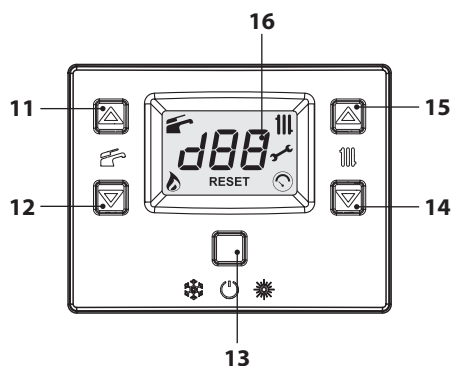
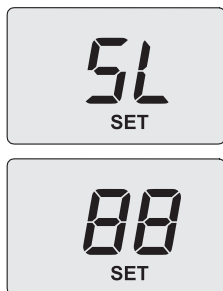

Figura 7.2
Figura 7.12
- Entrare in "modalità programmazione" premendo contemporaneamente per 10 secondi i tasti 13-14-15 (Figura 7.2) fino a far apparire sul display LCD le lettere **Pr** che si alternano al numero del parametro **01**, indicando l'entrata nel "parametro 01" (Figura 7.3).
- Scorrere i vari parametri utilizzando i tasti 14 o 15 (Figura 7.2) fino a far apparire sul display LCD le lettere **Pr** che si alternano al numero del parametro **09**, indicanti l'entrata nel "parametro 09" (Figura 7.4).
- Utilizzando i tasti 11 o 12 (Figura 7.2) è possibile scorrere i vari valori di regolazione.
- Utilizzare i tasti 14 o 15 (Figura 7.2) fino a portarsi allo stato **dP** (spazzacamino attivo in massimo sanitario) e premere il tasto 13 per confermare. Sul display appare **dP** alternato alla temperatura massima in sanitario.
- Entrare in "modalità programmazione" premendo contemporaneamente per 10 secondi i tasti 13-14-15 (Figura 7.2) fino a far apparire sul display LCD le lettere **Pr** che si alternano al numero del parametro **01**, indicanti l'entrata nel "parametro 01" (Figura 7.3).
- Agire sui tasti 15 o 14 (Figura 7.2) per incrementare o decrementare il valore. Attendere 3 secondi per stabilizzare la pressione del gas quindi leggere il valore sul manometro gas. **Ricordarsi di mantenere l'andamento in salita.**
- Premere il tasto 12 (Figura 7.2) per 5 secondi per memorizzare il valore.
- Premere il tasto 11 (Figura 7.2) per passare alla taratura del minimo gas. Il display visualizza **SL** alternato al parametro potenza minima assoluta e la scritta "**SET**" (Figura 7.12).
- Agire sui tasti 15 o 14 (Figura 7.2) per incrementare o decrementare il valore. Attendere 3 secondi per stabilizzare la pressione del gas quindi leggere il valore sul manometro gas. **Ricordarsi di mantenere l'andamento in discesa.**
- Premere il tasto 11 (Figura 7.2) per verificare il valore massimo impostato ed eventualmente correggerlo seguendo la procedura sopra descritta.
- Premere il tasto 11 (Figura 7.2) per verificare il valore minimo impostato ed eventualmente correggerlo seguendo la procedura sopra descritta.